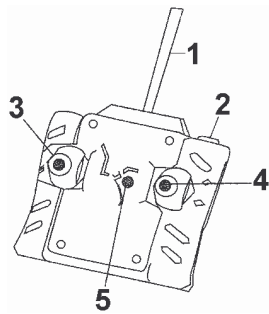

Abb. 2
2. Si quiere parar el rotor, pulse el botón stop (fig.2 #2) en el mando a distancia. **NUNCA** pulse el botón stop si el **TRC5** se encuentra en el agua.
2. Wenn Sie aus irgendeinem Grund das Axialgebläse deaktivieren wollen, drücken Sie die Stopp-Taste (Abb. 2 #2) auf der Fernsteueranlage. Drücken Sie NIE auf diese Taste wenn sich das **TRC5** auf dem Wasser befindet.